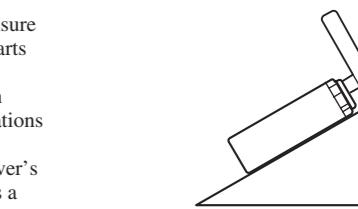

Fig. 5
- If installation angle exceeds 30° from horizontal, the unit might not give its optimum performance. (Fig. 5)
- L'angle de l'installation, ne doit pas dépasser 30° par rapport à l'horizontale, faute de quoi l'unité ne fournira pas ses performances optimales. (Fig. 5)